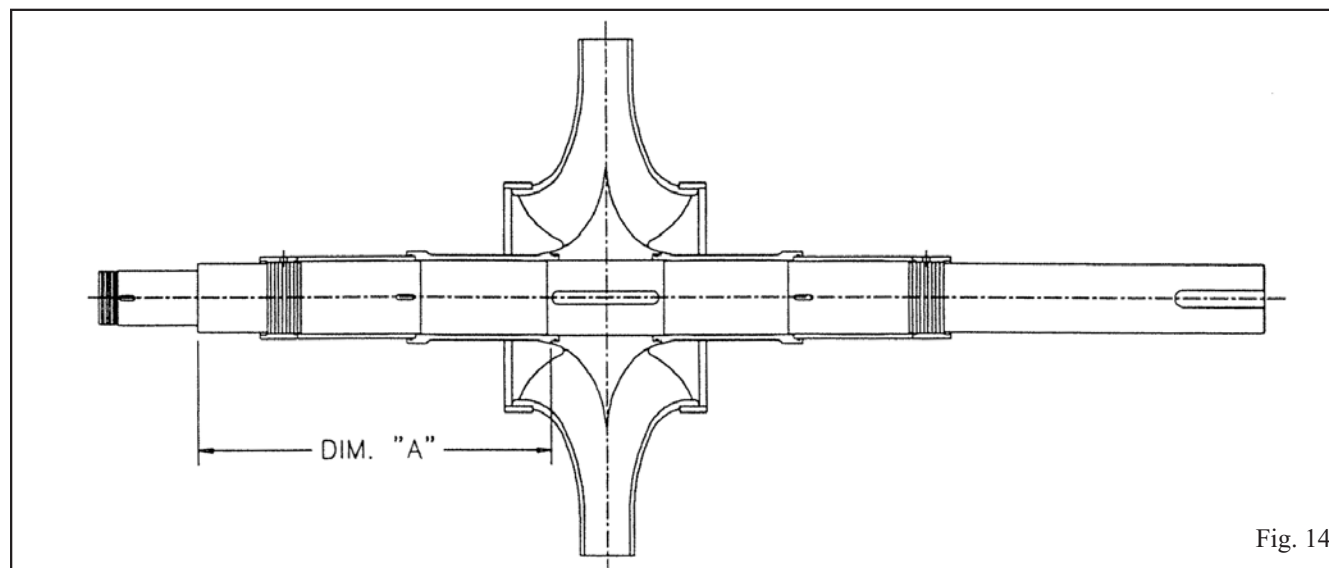

Fig. 14
Le poids de la turbine doit la chasser avec les manchons d'arbre. Si cela ne suffit pas, utiliser une petite presse. Avant de déposer la turbine, noter la dimension "A" de la face du moyeu de turbine à l'épaulement du roulement de butée (voir Fig. 14) pour faciliter le remontage.
2. Poser la clavette de turbine sur l'arbre. Respecter la dimension "A" notée lors du démontage, (voir Fig. 14) pour poser la turbine sur l'arbre.